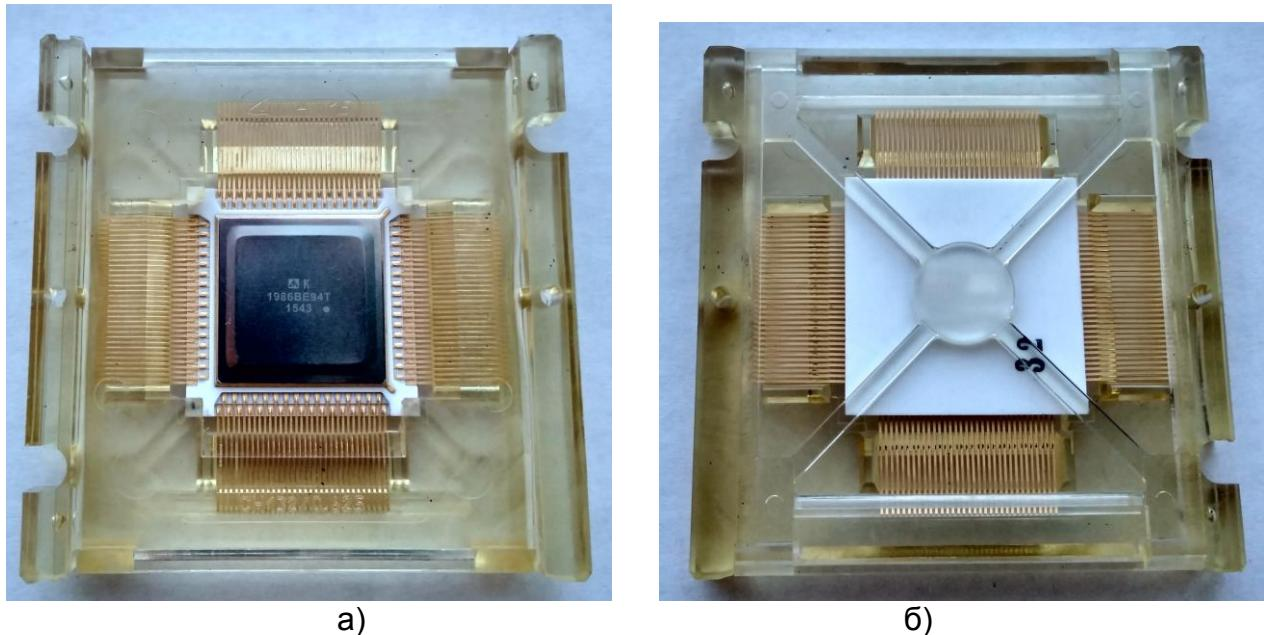

Рисунок 11 - Расположение микросхемы в спутнике-носителе
7.3.2 В контактирующее устройство X1 микросхему установить в спутнике-носителе СН132/0,625 ВШУК.301156.005ТУ (см. рисунок 11).